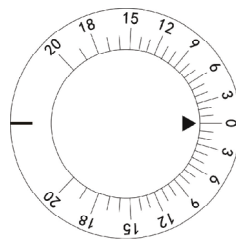
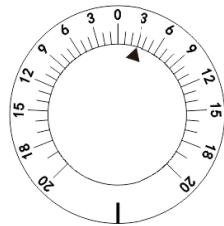
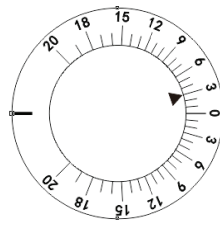

Abb.22
Abb.23
Abb.24
Drehprisma drehen ⑫ indem Sie seine Basis halten, um sie auf die Untersuchungsöffnung zu setzen. Drehen Sie den Prismendrehknopf ⑪ bis die erforderliche Prismenstärke eingestellt ist. Was der schwarze Dreieckspfeil anzeigt, ist die aktuelle Prismenstärke. Zum Beispiel ist die in Fig. 22 angezeigte Prismenstärke 0, die in Fig. 23 bedeutet die Basis in 3Δ -Prismenstärke und die in Fig. 24 bedeutet die 3 up-Prismenstärke nach oben.